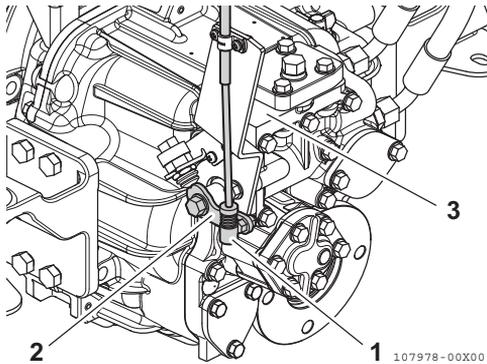

Figura 5
1. Asegúrese de que la palanca de control remoto (**Figura 5, (2)**) se mueva a la posición correcta cuando la palanca está en las posiciones PUNTO MUERTO, AVANTE y MARCHA ATRÁS. Utilice la posición PUNTO MUERTO como estándar para los ajustes.
2. Para ajustar, afloje y vuelva a apretar el conector del cables (**Figura 5, (1)**).